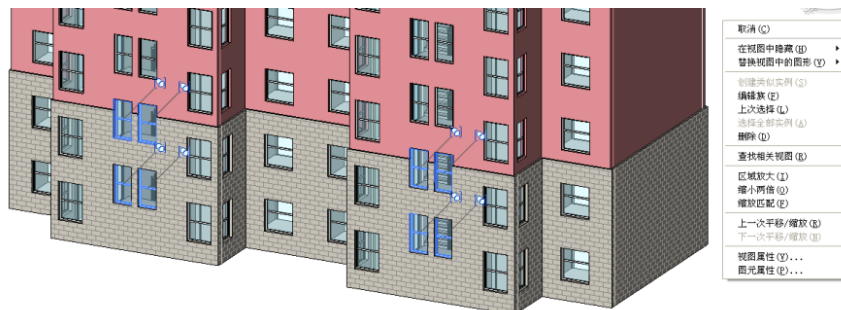

图 4-61
- 2) 进入三维视图，选择图示8组窗子，鼠标放置于其中一扇窗户，单击鼠标右键，再弹出菜单中选择“排除”（如图4-61所示）。